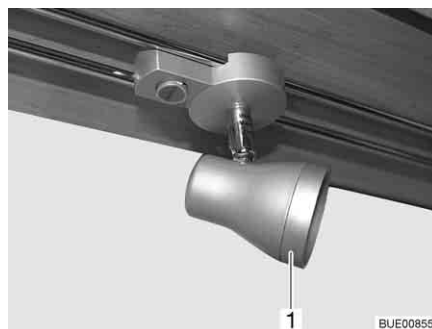

Fig. 278 Faretto alogeno (mobile)
- Ruotare l'anello esterno (Fig. 278,1) in senso antiorario finché non si stacca dall'alloggiamento.